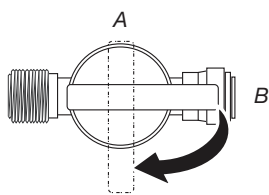

Figure 7
9. Placez la soupape d'arrêt à la position ouverte (ON) (voir Figure 7). Réouvrez l'alimentation en eau avec la soupape d'arrêt sur la conduite d'eau froide. Cela pressuriserà le système de filtre et lancera l'envoi d'eau filtrée vers la machine à glaçons du réfrigérateur. Inspectez pour des fuites. Si une fuite survient, voir le guide de dépannage. Rincez le filtre durant cinq minutes pour évacuer l'air.